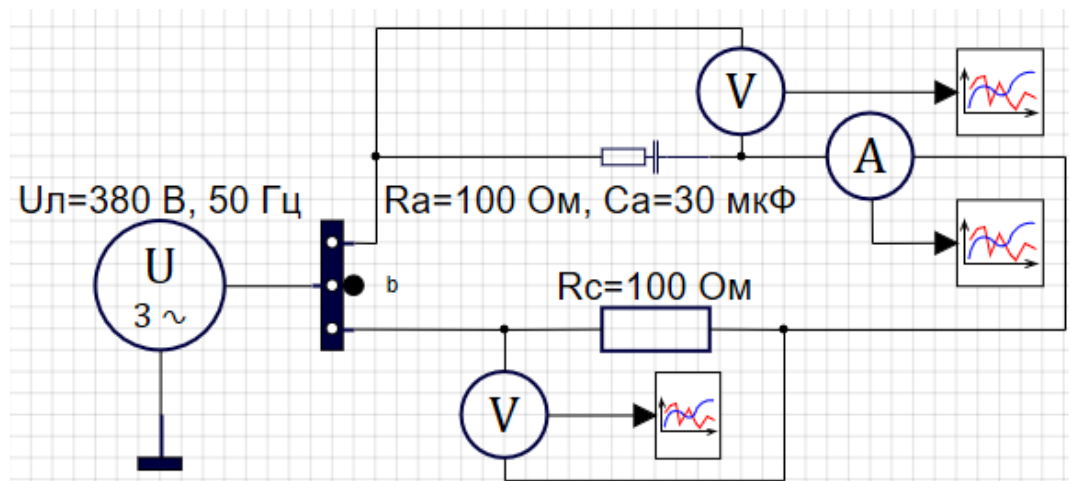
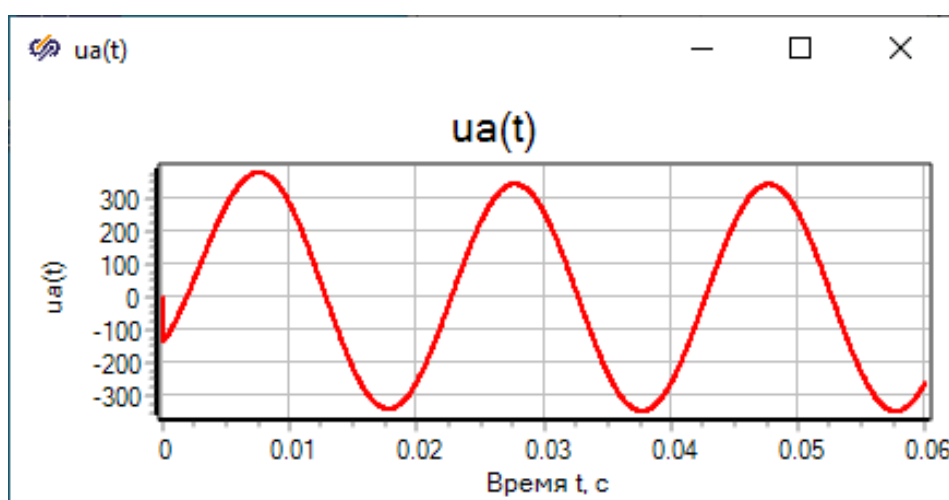

Рис. 4.15
Рис. 4.16
10. Собрать в окне проектов системы SimInTech несимметричную трехфазную цепь при соединении фаз приемника по схеме звезда без нейтрального провода при обрыве провода в фазе В (рис. 4.15).
На рис. 4.16–4.18 приведены результаты моделирования схемы рис. 4.15.
Из временных диаграмм видно, что фазное напряжение $u_c(t)$ совпадает по фазе с током $i_c(t)$, который находится в противофазе к $i_a(t)$, показанному на рис. 4.15.